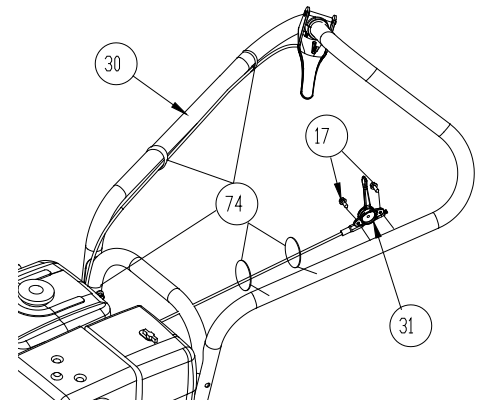

Fig. 2
2. Gaskontrollen fästs i gasspaken på motorn och är lindad kring motorn vid leverans. Linda upp den och fäst gaskontrollen (artikel #31) i det övre handtaget med skruvar (artikel #17). Skruvarna sitter redan i handtaget. Ta ut dem och använd dem för att fästa gaskontrollen och säkra kabeln med två buntband. Aim-and-Shoot™ är inte monterat och du måste rulla ut kabeln och fästa kuländen i spaken och montera kabeländen i hålet på sadelklämman med kabeln dragen genom öppningen. För att förhindra att kabeln skadas, använd tre buntband (artikel 74) för att fästa handtaget enligt bilden och se till att kabeln inte kommer i kontakt med däck. Obs: kabeln måste ligga rätt i sadeln och följa handtagets konturer. (Se Fig. 2)